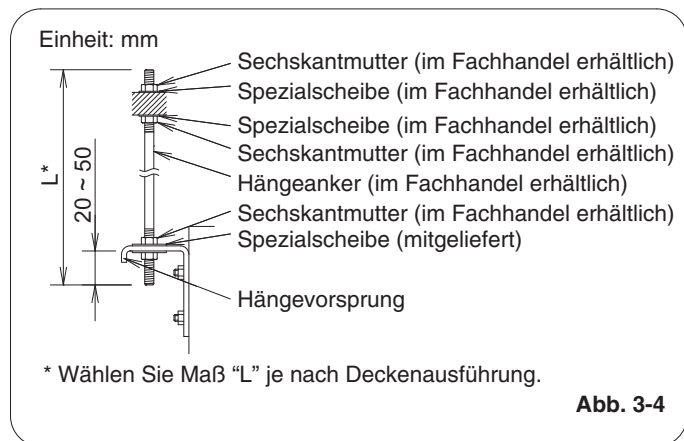

Abb. 3-4
- (3) Das Innengerät mit 2 Sechskantmutter (im Fachhandel erhältlich) und den Spezialscheiben (mit dem Gerät geliefert) wie in Abb. 3-4 aufhängen und befestigen.